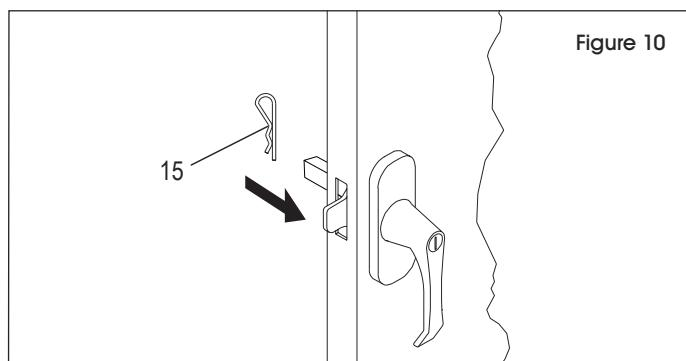

Figure 10
5. Insérez la goupille fendue (15) dans le trou de la tige carrée. (Voir Figure 10)